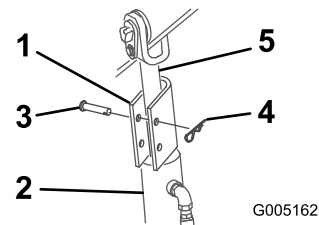

Figure 20
- Posez un dispositif de blocage sur la tige de chaque vérin de levage (Figure 20).
- Fixez chaque dispositif à de blocage à l'aide d'un axe de chape et d'une goupille fendue (Figure 20).